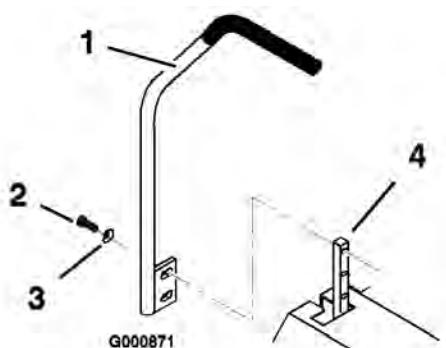

Figure 16
1. Enlevez les 2 vis et rondelles bombées qui fixent le levier de commande à l'arbre du bras de commande (Figure 16).
2. Placez le levier de commande dans les trous suivants. et fixez-le en position avec les 2 vis et rondelles bombées. La face concave de la rondelle doit être tournée vers l'arbre du bras de commande (Figure 16).